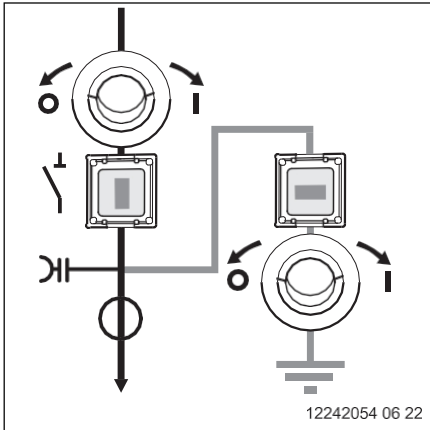

Fig. 54
**1** Poziția comutatorului cu secționator activat și comutator de împământare dezactivat (Fig. 54),